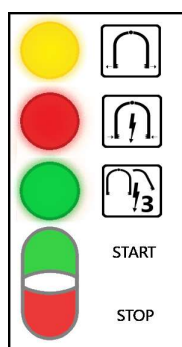

Fig. 3 Voyants de signalisation.
Avant d'insérer, de retirer ou de transporter dans le chariot les bras connectés à l'unité d'étourdissement **VBE-M** (1) Éteignez l'appareil **VBE-M** (1) avec le bouton STOP sur l'interrupteur principal START / STOP (voir: **Fig. 3**).